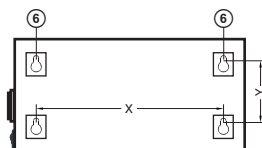

Рис. 3.
- Далее произведите монтаж крепежных элементов (приобретаются отдельно) в стене, исходя из расположения кронштейнов ⑥ на задней стенке стабилизатора (рис. 3).